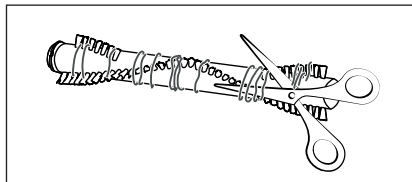

Fig. 28
- 4) Tăiați firele și părul de-a lungul perilor periei rotative 20 cu ajutorul unei foarfeci (a se vedea fig. 28). Îndepărtați firele și părul de pe peria rotativă 20.